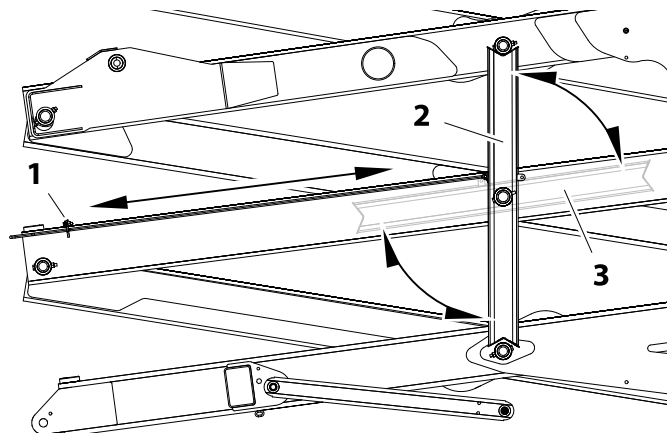

Figura 6-4. Braço do pantógrafo — conjunto da escora de segurança
1. Para instalar a escora de segurança, elevar a plataforma o suficiente para permitir que a escora de segurança rode verticalmente para posição. (Ver a Figura 6-4.)